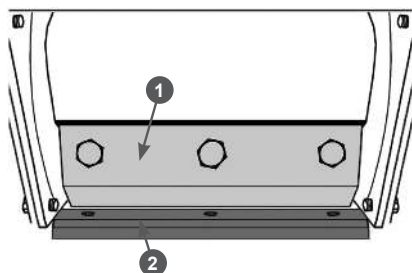

Рис. 33 Проверка зазора
4. Проверьте зазор между режущей кромкой ножа 1 и контрножом 2 (Рис. 33). После этого проверните барабан с ножами и проверьте зазор между контрножом и режущей кромкой второго ножа. Зазор должен быть 1-3 мм и быть одинаковым по всей длине ножа.